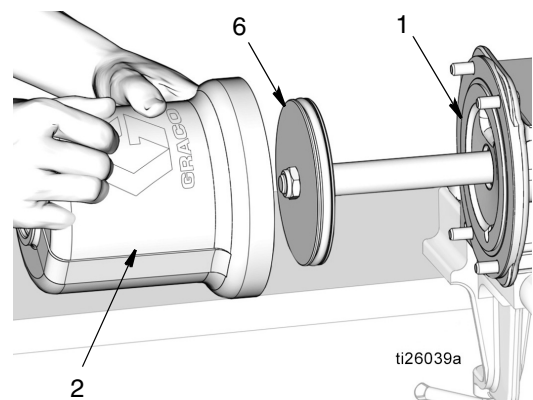

FIG. 54
- Utiliser un chiffon propre pour essuyer l'intérieur du vérin pneumatique (2) et supprimer toute saleté ou tout contaminant.
- Appliquer une légère couche de graisse sur les surfaces intérieures du vérin pneumatique (2). Faire glisser le vérin pneumatique (2) sur le piston (6) et le pousser jusqu'à ce qu'il soit en butée sur la base de la pompe (1). Voir FIG. 54.